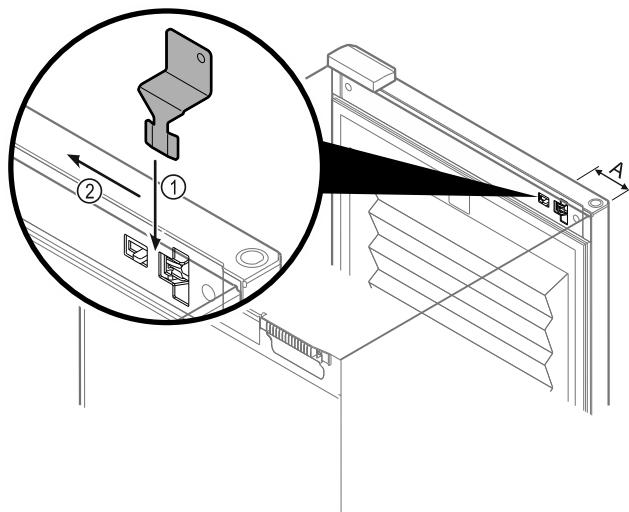

Fig. 218
- ▶ Postavite ključ za sigurnosno deblokiranje na odgovarajuće mjesto Fig. 218 (A)  $\approx 100$  mm.
- ▶ Utaknite ključ za sigurnosno deblokiranje između vrata i trupa uređaja odozgo do graničnika Fig. 218 (1).
- ▶ Povucite ključ za sigurnosno deblokiranje u smjeru strane sa šarkama Fig. 218 (2).